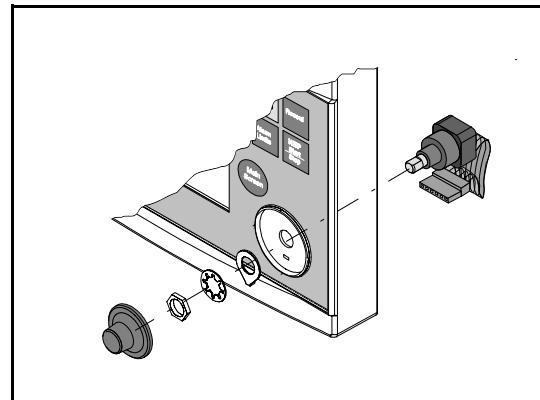

Abbildung 3-15 Optischer Kodierer
- 4) Schrauben Sie die Sicherheitsmutter vom vorderen Gehäuse (siehe Abbildung 3-15) ab, um die ganze Drehknopfeinheit zu entfernen.